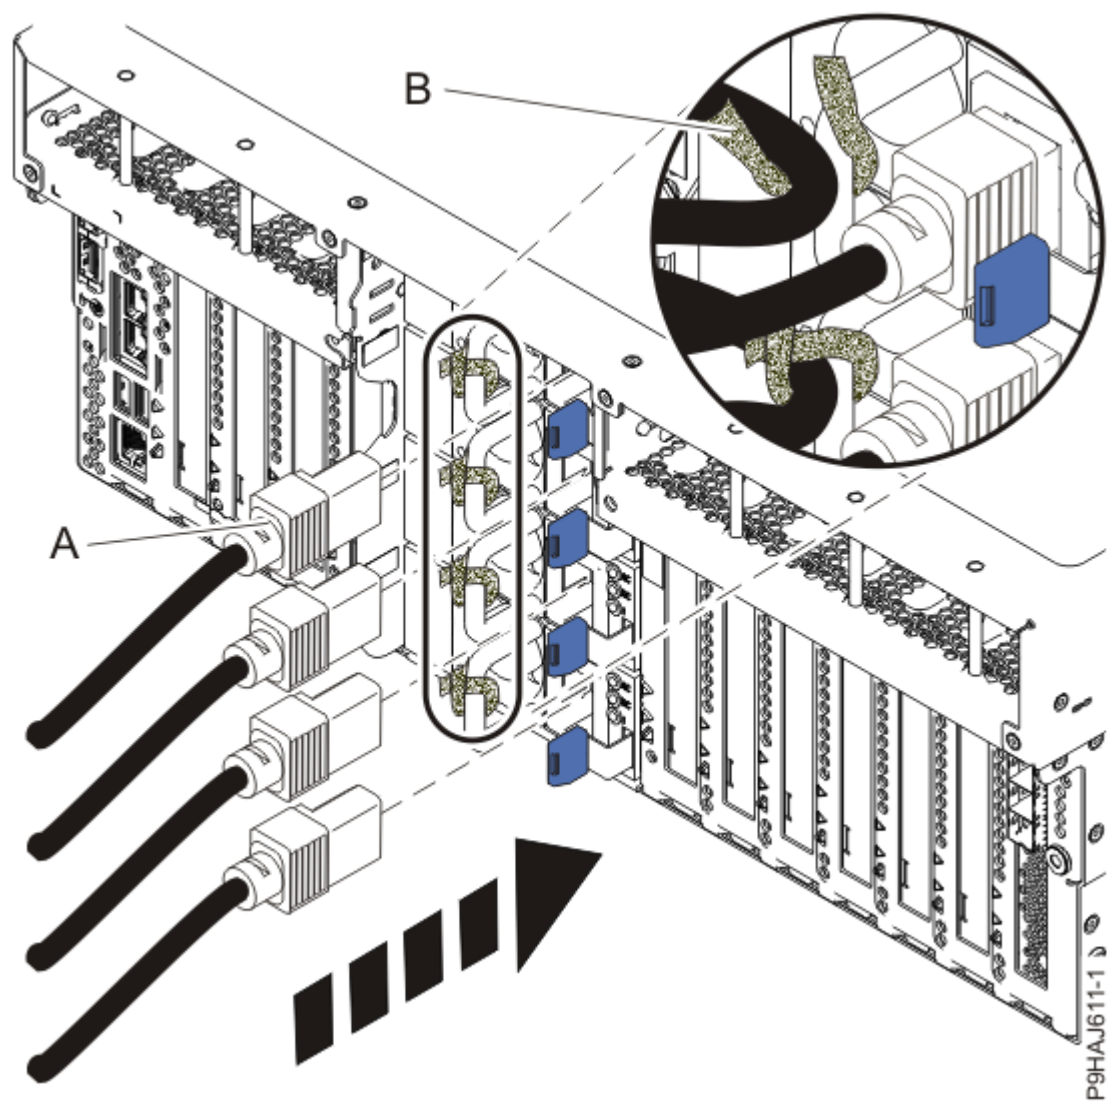
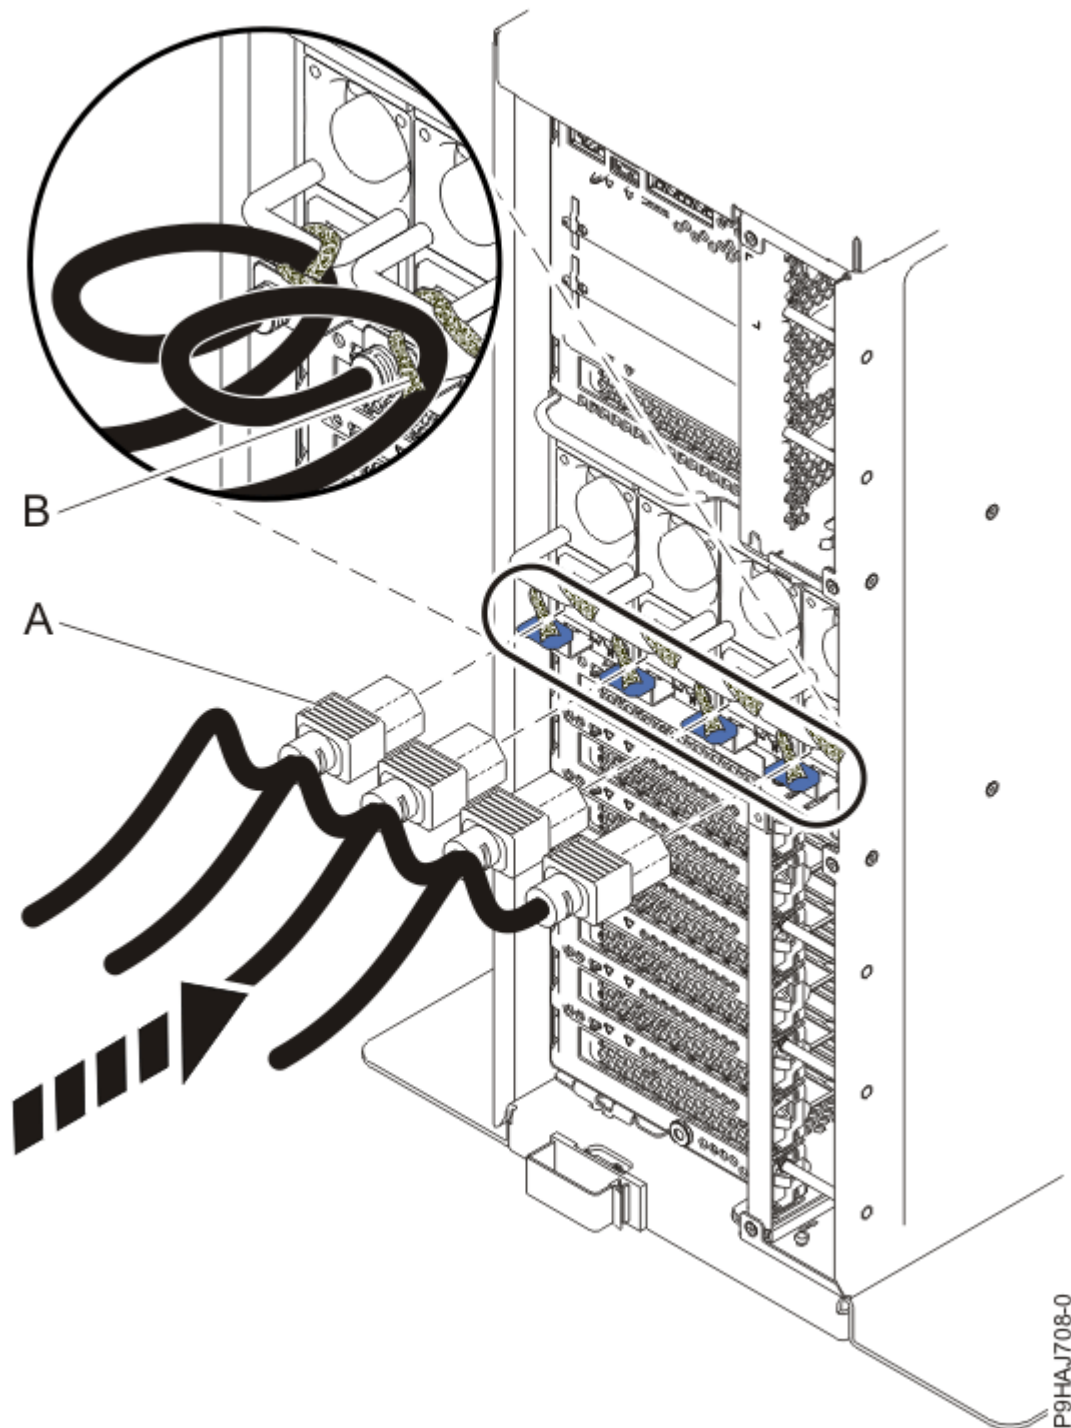

Figura 14. Conexión de los cables de alimentación a un sistema montado en bastidor
Figura 15. Conexión de los cables de alimentación a un sistema autónomo
5. Utilizando las etiquetas, vuelva a conectar los cables de alimentación **(A)** a la unidad del sistema. Sujete los cables de alimentación **(A)** al sistema utilizando los mecanismos de sujeción **(B)** tal como se muestra en la Figura 14 en la página 17 o la Figura 15 en la página 18.